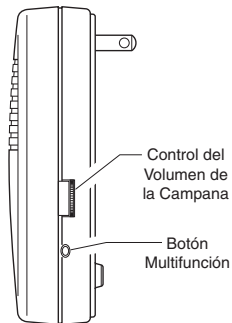

Figura 2
4. Ajuste del control del volumen. Desenchufe la campana y ajuste el control del volumen al volumen deseado (vea la Figura 2). Enchufe de nuevo la campana en el tomacorriente de la pared.